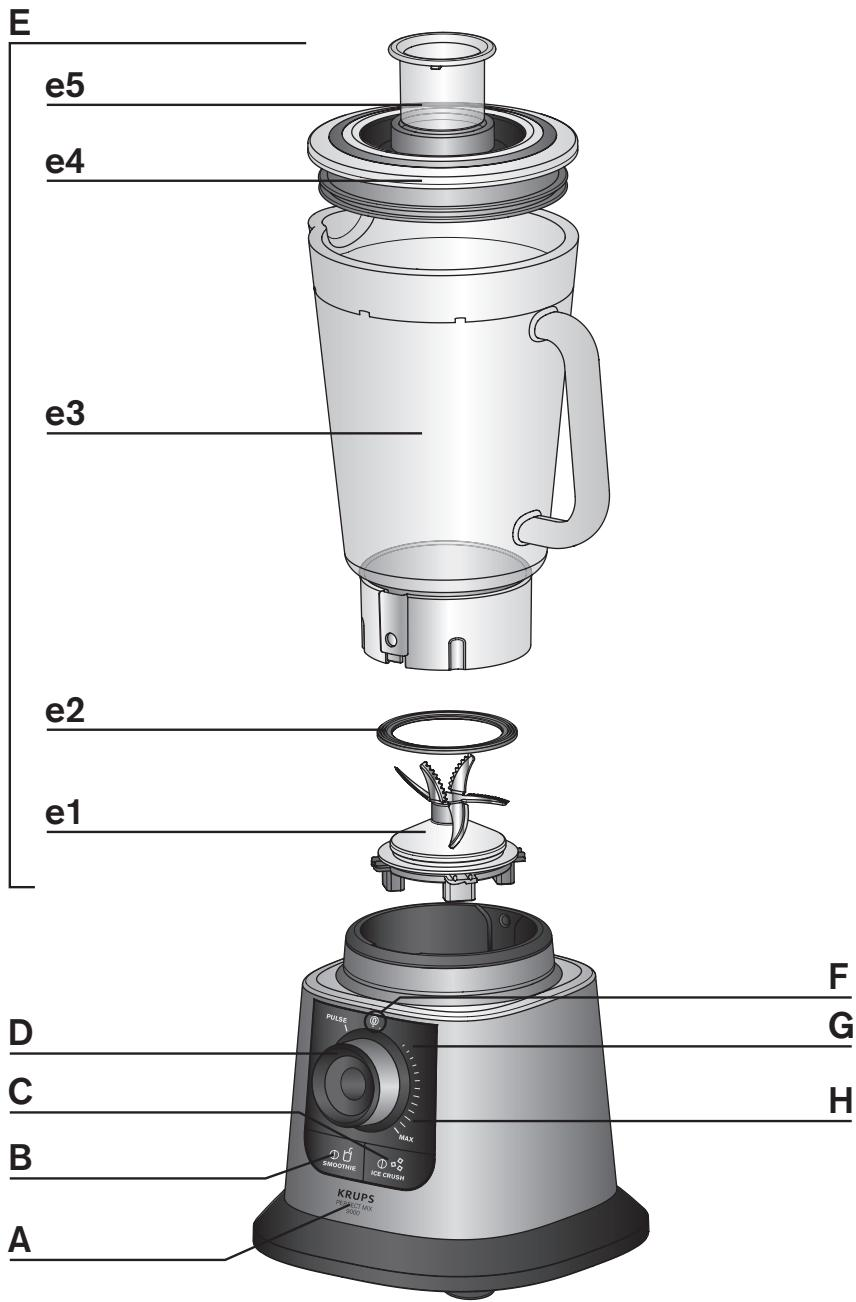

fig. 1
- Insérez le joint (**e2**) sur le bloc lames (**e1**) (**Fig.1**).
- Fit the gasket seal (**e2**) on the blade unit (**e1**) (**Fig.1**).